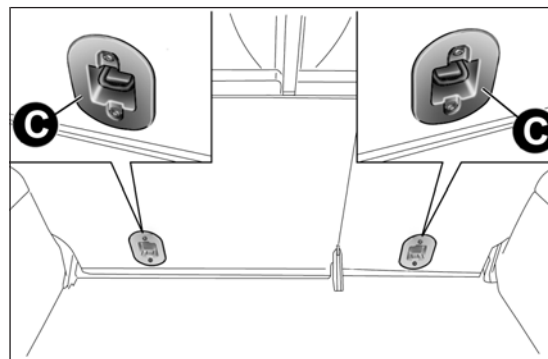

fig. 113
- ❑ fissa la cinghia superiore (disponibile assieme al seggiolino) agli appositi agganci C fig. 113 ubicati nella parte posteriore dello schienale.